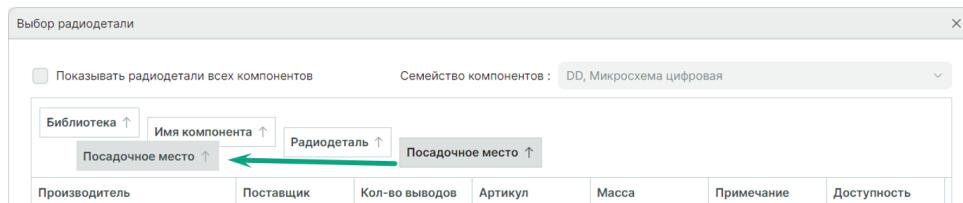

Рис. 97 Изменение порядка группировки
5. Изменение порядка группировки можно произвести перемещением заголовка столбца с помощью механизма «drag-and-drop», см. Рис. 97